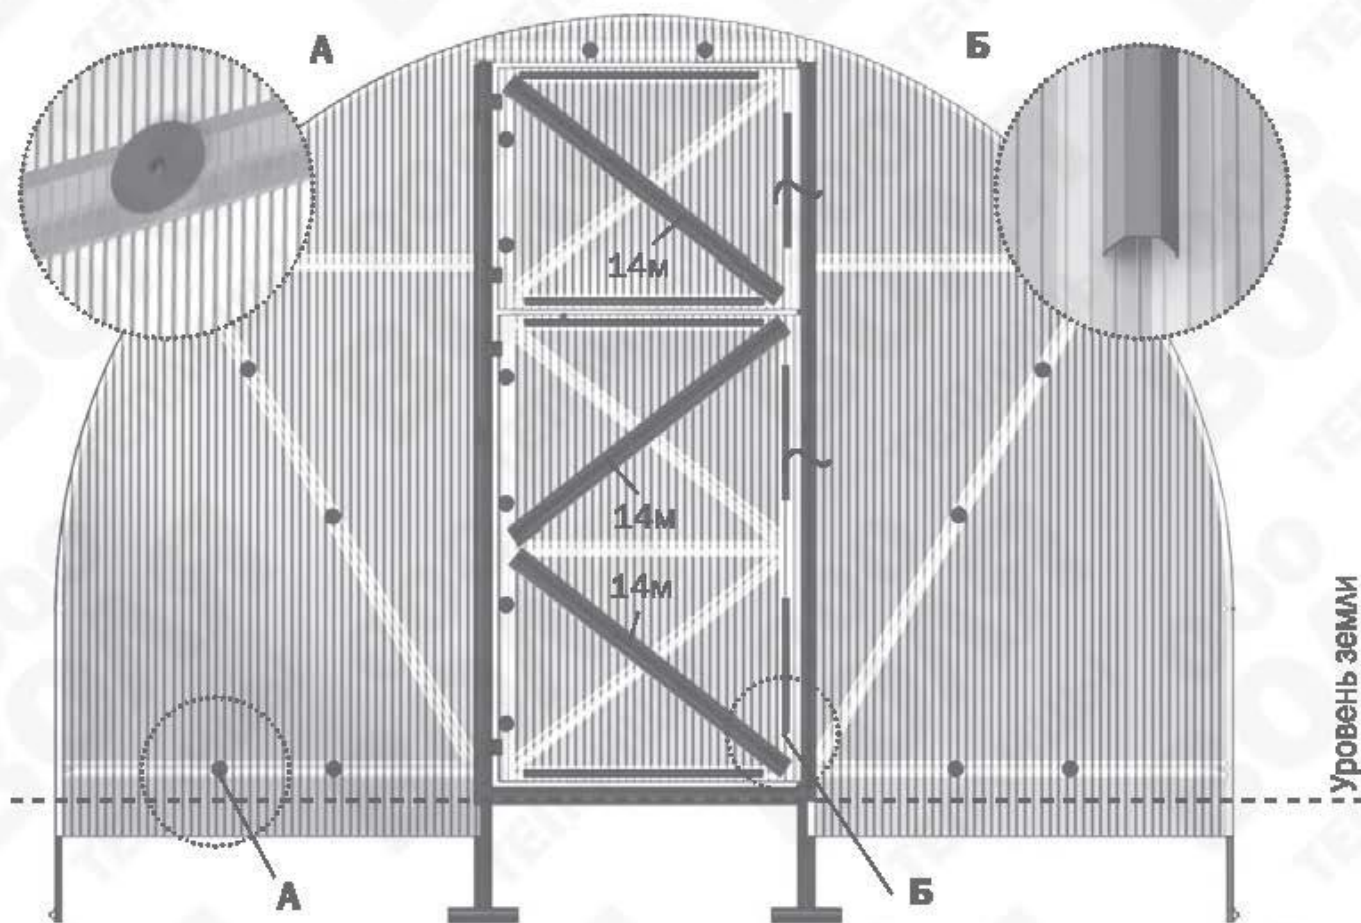

Рис. 23
- Установите боковые куски покрытия торца в соответствии с **рис.15**. Придерживая кусок покрытия, закрепите его винтами с шайбами по деталям **11** и **8** (**рис.23**). Отверстия для винтов выполняются сверлом диаметром 4 мм изнутри теплицы через готовые отверстия в деталях каркаса.
- Закрепите куски покрытия на форточки и двери прижимами и шайбами (**рис.23**), предварительно закрыв соты (оклеив их скотчем). По сторонам, противоположным петлям покрытие должно выступать за каркас на 15 мм (**рис.22**) Профили уплотнительные устанавливаются по контуру дверей и форточек в соответствии с рисунками **19...22**.
6. Шайбы и прижимы на торце устанавливаются в соответствии с **рис.23.**
Покрытие, закрепляется винтами с шайбами в соответствии с рис. 23а. В некоторых деталях остаются свободные отверстия, по ним винты с шайбами не устанавливать!
Рис. 23а